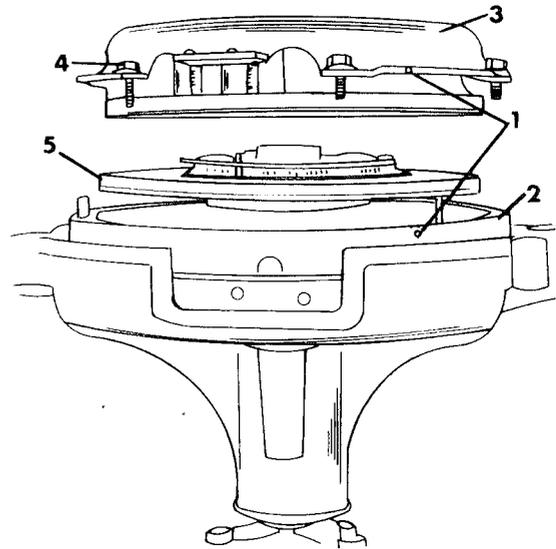

Bild 106
- Falls ausgeschlagen, die Büchse (9) für die Hauptwelle in das Schwungrad einschlagen. Dazu die Kupplungswelle mit Blechbacken in einen Schraubstock einspannen, wie es in Bild 106 gezeigt ist, und die Büchse vorsichtig eintreiben. Ein Spezialdorn (A.3.0405) steht dazu zur Verfügung. Andernfalls muss man sich anderweitig helfen.
- Vorderes Kugellager (5) gut einfetten und mit einem passenden Dorn in den Kupplungsgehäusedeckel einschlagen. Den Sprengring (6) einfedern. Den Dorn nur am äusseren Lagerring ansetzen.
- Das hintere Kugellager (7), gut eingefettet, in den Kupplungsdeckel (4) einschlagen. Den Dorn nur am äusseren Lagerring ansetzen.
- Die Abdichtung (3) auf die Welle und über das Gehäuse auflegen.
- Die Verzahnungen der Kupplungswelle mit Sicherungsmittel (z.B. «Loctite») einschmieren und den Antriebsflansch (2) auf die Verzahnungen aufschieben. Die Mutter (1) aufschrauben und bei gleichzeitiger Gegenhaltung des Flansches mit einem Drehmoment von 95 Nm anziehen.
- Den Kupplungskörper entsprechend der Kennzeichnung auf das Schwungrad aufsetzen. Bild 106 zeigt wie die Teile vorschriftsmässig zusammengebaut werden.